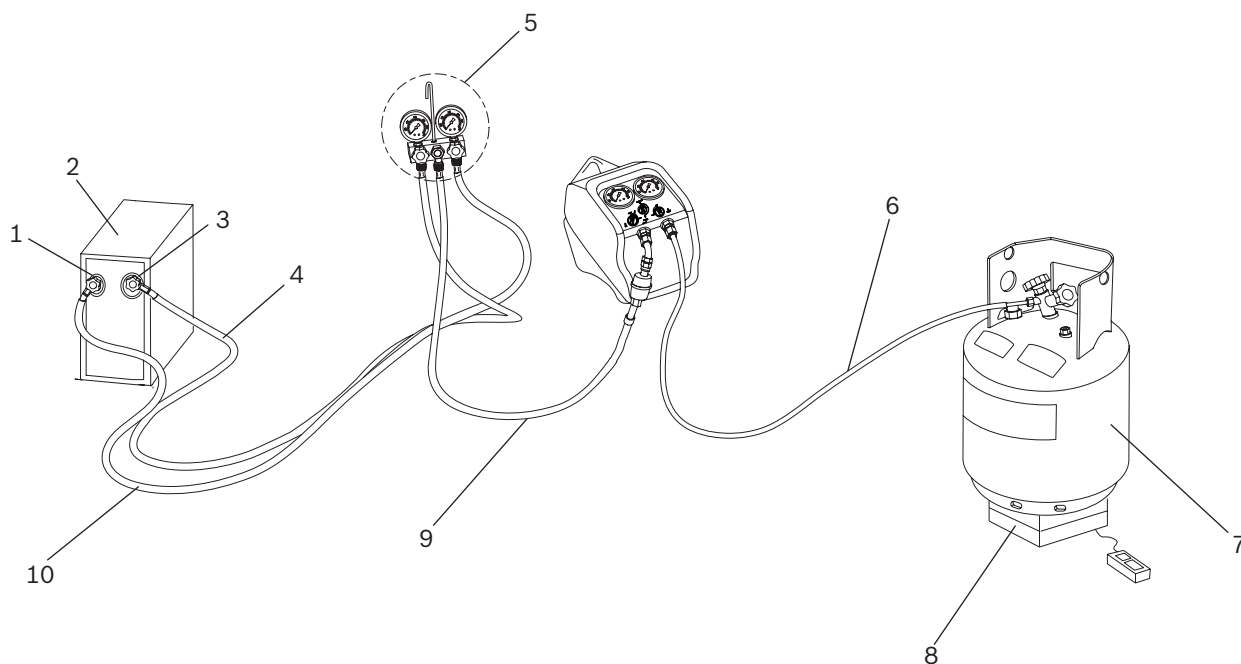

Fig. 5: Recupero normale
4. Ruotare la manopola (nera) di recupero / spurgo dell'unità RG8.0 / RG4.0 in posizione **PURGE** (spurgo) (rivolta verso il basso) come illustrato nella Fig. 5.
5. Avviare l'unità RG8.0 / RG4.0 e ruotare lentamente la valvola di controllo (blu) immissione dell'unità RG8.0 / RG4.0 in posizione **PURGE** (spurgo) come illustrato nella Fig. 5.